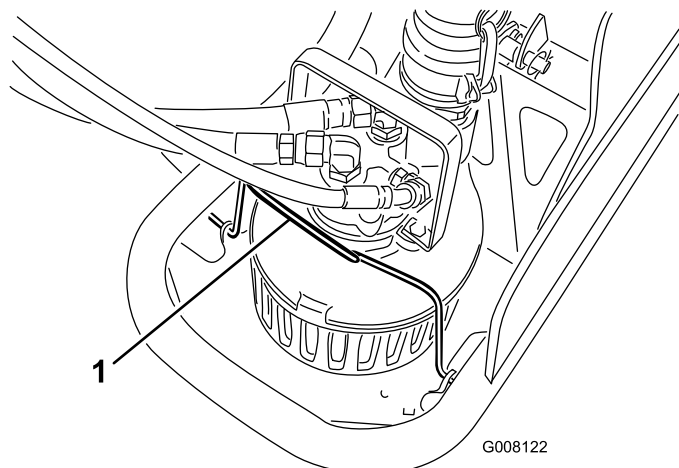

Figure 14
4. Pivotez la fixation de la pompe en avant (Figure 14).
14. Faites pivoter la fixation de la pompe en arrière sur la pompe (Figure 14).